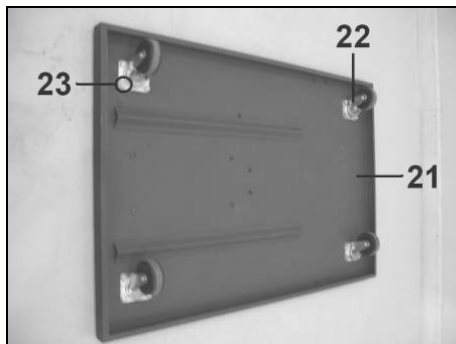

Fig 8
- Positionnez le plateau (21) sur chant (Fig 8).